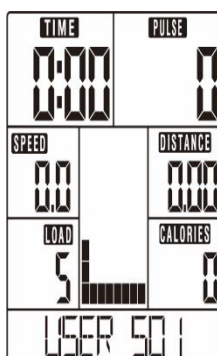

Bild 13
2. Använd UP eller DOWN för att skapa en användarprofil (bild 13). Det finns totalt 20 kolumner, där varje kolumn kan ha ett eget motstånd. Om du vill kan du hålla MODE / ENTER intryckt i två sekunder för att avsluta.